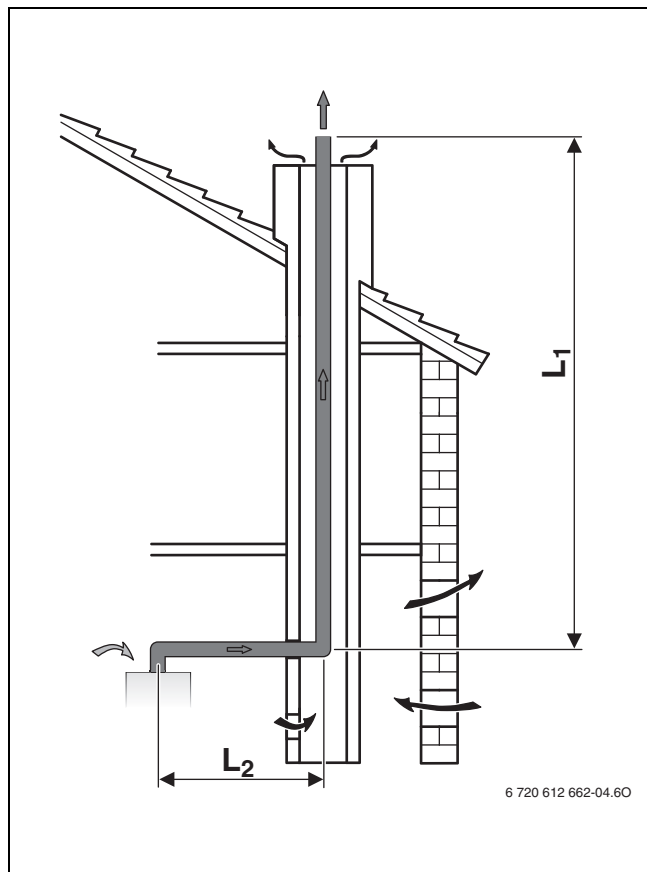

Fig. 7 Condotto di scarico gas combusti tramite camino secondo B_{23P}
- Se il sistema di aspirazione aria/evacuazione dei prodotti della combustione avviene in un camino retroventilato (→ fig. 7, 8 e 10), la pulizia non è necessaria.